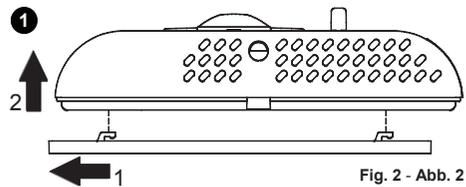

Fig. 2 - Abb. 2
- 1 Desenganchar la plancha pegada a la base del termostato empujándola hacia la izquierda haciendo que los dentecillos plásticos indicados en Fig. 2 se desenganchen.
- Décrocher la plaque fixée sur la base du thermostat en la poussant vers la gauche et en décrochant ainsi les ergots indiqués sur la Fig. 2.